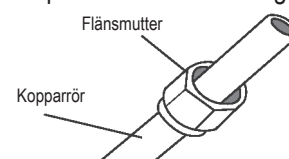

Fig. 6.3
- Placera överfallsmuttrar på båda ändarna av röret. Se till att de är vända åt rätt håll. Du kan inte ändra deras position efter flänsningen. Se fig. 6.3